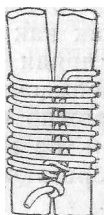

Рис. 130. Круглый полубензель.
*Круглый полубензель* (рис. 130). Самый простой из всех бензелей. Он широко применяется, если необходимо получить легковыполнимый бензель, особенно в тех случаях, когда тесное помещение затрудняет работу. Бензельным линем обвивают оба скрепляемых троса. Причем огон укладывают в промежуток между ними. Тросы стягивают требуемым числом шлагов (обычно семью шлагами). Каждый шлаг обтягивают с помощью свайки (см. рис. 100). Затем свободный конец линя проводят под шлагом бензеля в огон, который должен быть небольшим, и закрепляют простым узлом.
*Двойной бензель с крыжом*. Встречается очень редко. Его ставят на очень толстых тросах, не соприкасающихся друг с другом, или если силы, прилагаемые к ним, направлены в разные стороны. Начало выполнения бензеля такое же, как и полубензеля (см, рис. 130), но затем сразу накладывают второй ряд шлагов и делают крыж так же, как и на обычном бензеле с крыжом.